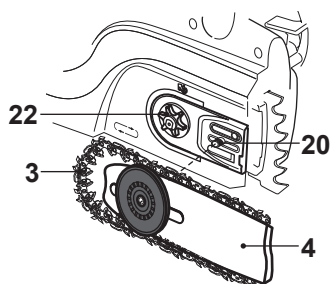

Fig. 5
- > Alignez la chaîne [3] et le guide-chaîne [4] et avec le pignon d'entraînement [22] et le boulon [20]. Enfilez la chaîne sur le pignon d'entraînement puis abaissez le guide-chaîne pour l'emboîter sur le boulon (Fig. 5, 6).